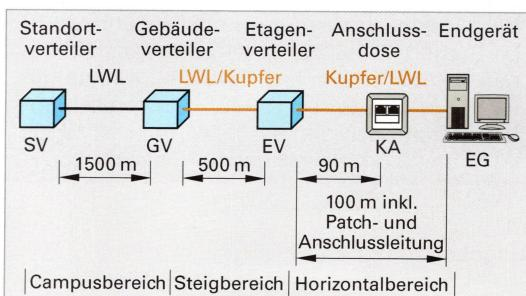

Bild 2: Zulässige Kabellängen
- Berechnen Sie die größtmögliche Längenausdehnung einer strukturierten Verkabelung, wenn alle Verbindungen auf einer Geraden liegen würden (**Bild 2**).